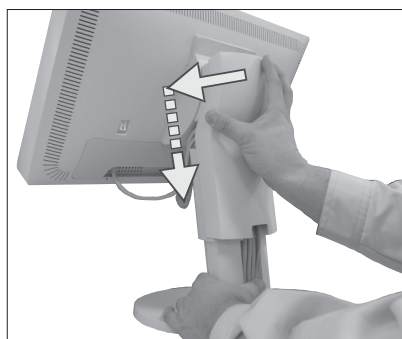
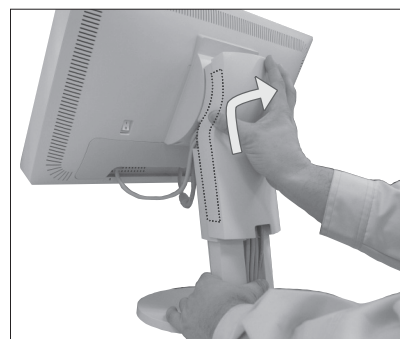

Figura C.5
Figura C.6
11. Fissare tutti i cavi insieme e collocare la copertura cavi sul supporto (**figura C.5**). Per rimuovere la copertura cavi, sollevare il coperchio come illustrato nella **figura C.6**.